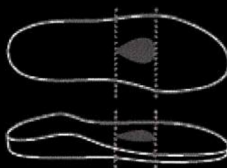

Fig. 4: Retrocapital teardrop shaped met pad
- Retrocapital met pad in a teardrop shape (Fig. 4)